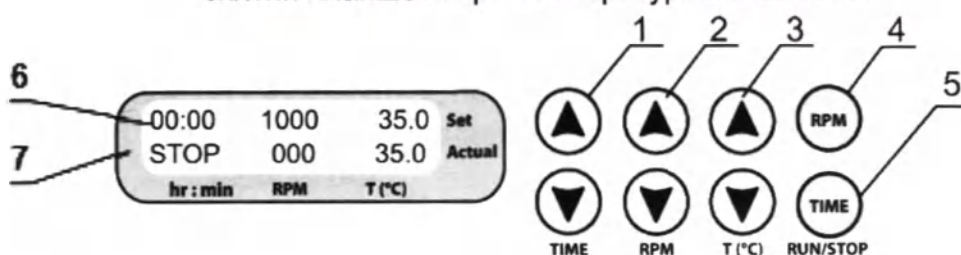

Рисунок 2. Панель управления
- 6.5.1. **Установка времени (TIME).** С помощью соответствующих кнопок ▼ и ▲ TIME (рис. 2/1), установите необходимый интервал времени в часах и минутах (шаг 1 мин.).
- 6.5.2. **Установка скорости (RPM).** С помощью соответствующих кнопок ▼ и ▲ RPM (рис. 2/2), установите необходимую скорость (шаг 10 об/мин).
- 6.5.3. **Установка температуры (T, °C).** С помощью соответствующих кнопок ▼ и ▲ T (°C) (рис. 2/3), установите необходимую температуру (шаг 0,1°C).
Внимание! Термостатирование платформы можно прекратить, лишь установив значение температуры ниже 25°C кнопкой **T (°C) ▼** (рис. 2/3, нижняя кнопка) до индикации OFF на дисплее. В этом режиме прибор можно использовать в холодных помещениях как перемешивающее устройство без термостабилизации.
- 6.6.2. Нажмите кнопку **RPM RUN/STOP** (рис. 2/4). При этом начинается движение платформы и таймер начнет отсчет установленного интервала времени (с точностью до 1 мин.).
- 6.8. При необходимости, можно перезапустить таймер во время его работы. Для этого дважды нажмите кнопку **TIMER RUN/STOP** (рис. 2/5), первый раз для остановки таймера, второй – для повторного запуска.
Внимание! По истечении заданного интервала времени вращение платформы прекращается автоматически, но нагрев можно прекратить, только сокращая температуру кнопкой **T (°C) ▼** (рис. 2/3, нижняя кнопка) до появления индикации OFF в верхней части дисплея.